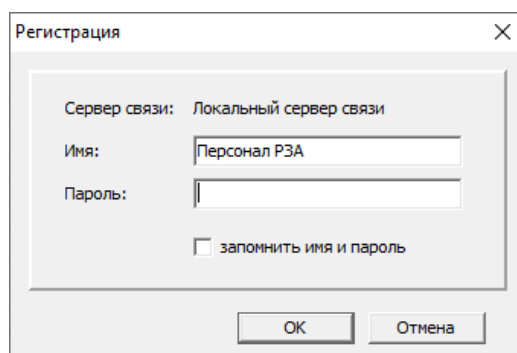

Рис. 28. Регистрация
27) Приступить к настройке параметров терминала. Ввести данные (лабораторная №1, п.13, 14) для доступа пользователя к работе с терминалом через локальный сервер связи (рис. 28).